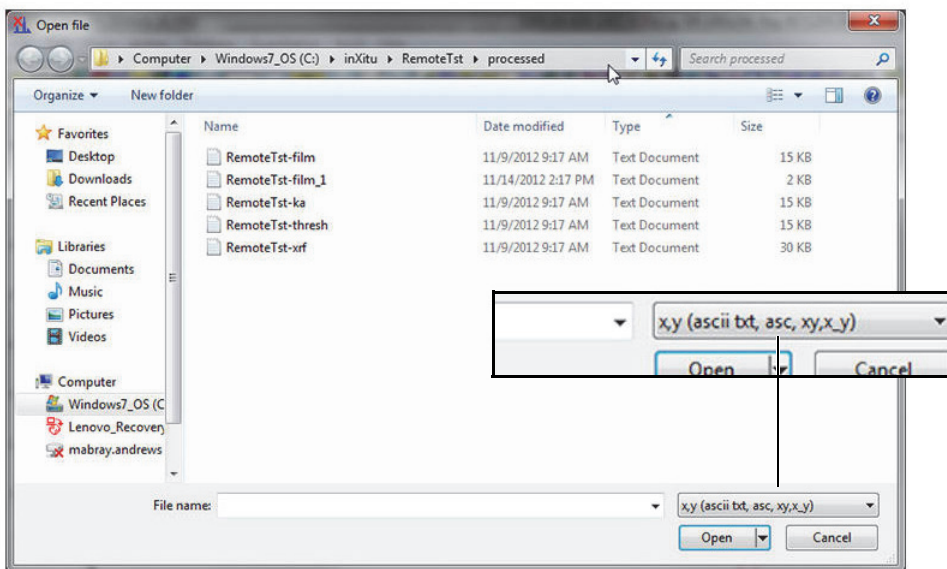

Figura C-3 Caixa de diálogo Open file
2. Na lista de tipos de arquivo, altere o tipo de arquivo para **x, y (ascii.txt, asc, xy, x_y)** [Veja Figura C-3 na página 84].